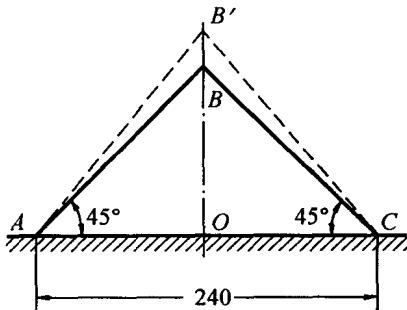

图 1-5
1.5 图1-5所示的三角形薄板因受外力作用而变形,角点B垂直向上的位移为0.03 mm,但AB和BC仍保持为直线。试求沿OB的平均应变,并求AB与BC两边在B点的角度改变。